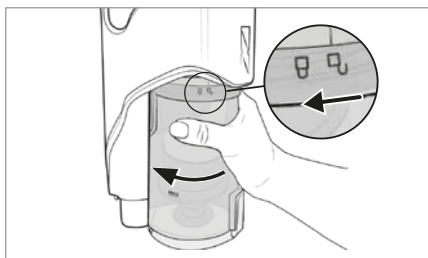

Fig. 19
- 2) Para desmontar el depósito de polvo 7 del aparato, gírelo hacia el símbolo  hasta que pueda retirarse del aparato (consulte la fig. 19).